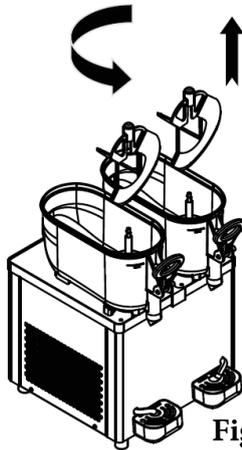

Figura 2
4. Para remover os batedores, gire-os no sentido anti-horário e depois puxe-os conforme mostrado na figura 2.